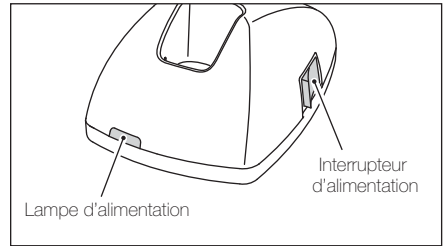

Fig. 2
2. Insérer la fiche du cordon d'alimentation à la prise de courant du secteur. Mettre l'interrupteur d'alimentation sur ON et s'assurer que la lampe témoin d'alimentation électrique s'allume. (Fig. 2)